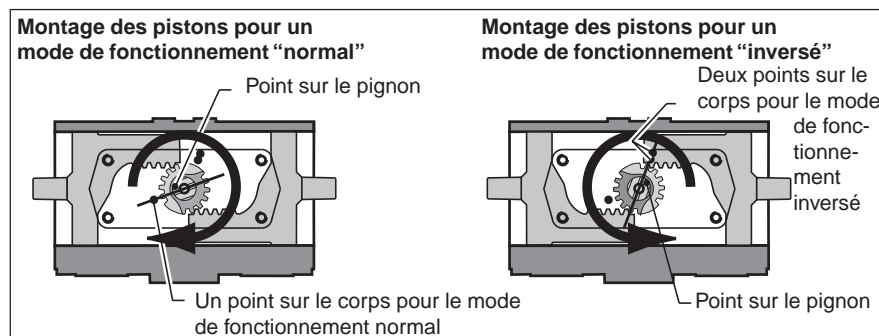

Fig. 6 : Aligment du pignon
La rotation standard s'effectue dans le sens horaire avec un rapprochement des pistons (vue de dessus, la fente est en haut du pignon, voir Fig. 6).
10.3.1 Rotation dans le sens horaire (déplacement des pistons vers l'intérieur, voir Fig. 6).
- Graissez légèrement toutes les gorges de piston, la forme d'engrenage et les joints toriques de piston (4) et ajustez le joint torique (4) et la bague d'usure (3) sur le piston.
- Ajustez le bloc (corps) de palier (10) à l'arrière du piston.
10.3.2 Rotation dans le sens anti-horaire (déplacement des pistons vers l'extérieur, voir Fig. 6).
- 2 Passez la tige de compression HYTORK appropriée à travers le capot (Fig. 6) et vissez-la dans
- Pour les modèles XL 26 à XL681 les pistons (20)
- 6 Une fois les capots en place et les SAFEKEYS correctement ajustés, retirez les tiges de compression HYTORK et replacez les boulons de scellement (28) et les joints (29).